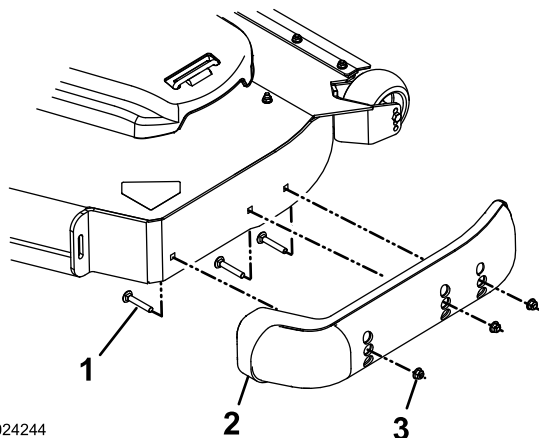

Figure 36
3. Retirez les boulons à embase et les écrous de chaque patin (Figure 36).